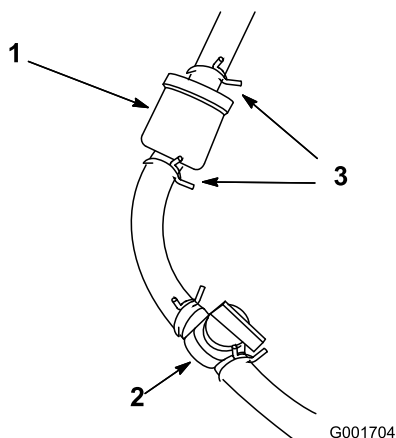

Figure 52
1. Fermez le robinet d'arrivée de carburant (Figure 52).
2. Placez un bac de vidange sous le filtre, desserrez le collier sur le côté carburateur du filtre, et débranchez la conduite de carburant du filtre (Figure 52).